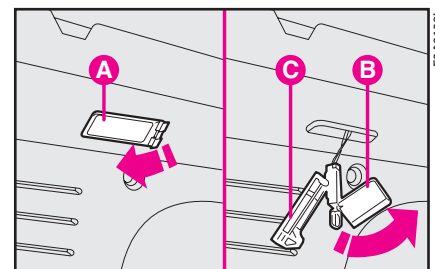

рис. 39
1) Извлеките рассеиватель **А** в направлении, указанном стрелкой на **рис. 39**.